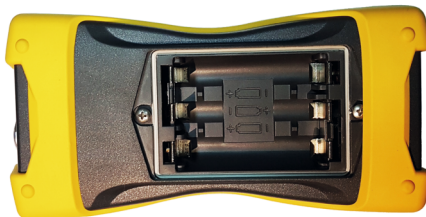

Рис. 10. Батарейный отсек
- Батарейный отсек прибора показан на рис. 10. Прибор поставляется с установленными аккумуляторными батареями (3шт. AA NiMH). Перед началом работы аккумуляторные батареи следует зарядить.